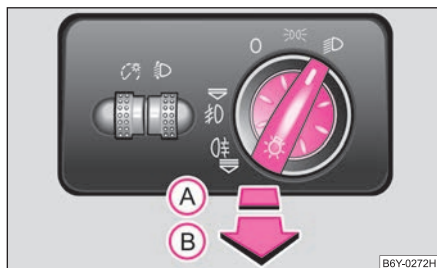

Fig. 32 Tableau de bord: Commutateur d'éclairage
- Faites tourner le commutateur d'éclairage ⇒ fig. 32 sur la position \Rightarrow .
Sur les véhicules avec **direction à droite***, la disposition des boutons diffère partiellement de celle indiquée par la ⇒ fig. 32. Les symboles illustrant les positions des boutons sont toutefois identiques.
- Tourner d'abord le commutateur d'éclairage sur la position 𐀀 ou 𐀁 ⇒ page 44, fig. 32.
- Tirer le commutateur d'éclairage jusqu'au **premier** cran (A).
- Tirez le commutateur d'éclairage jusqu'au **deuxième** cran (B). Les phares antibrouillard* s'allument aussi en même temps.